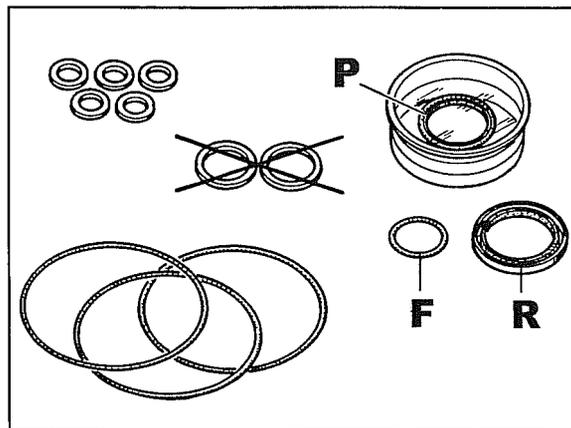

Abb. 63
6. Beim Wiedereinbau den Satz der Dichtungsringe und Unterlegscheiben von Abb. 63 ersetzen.